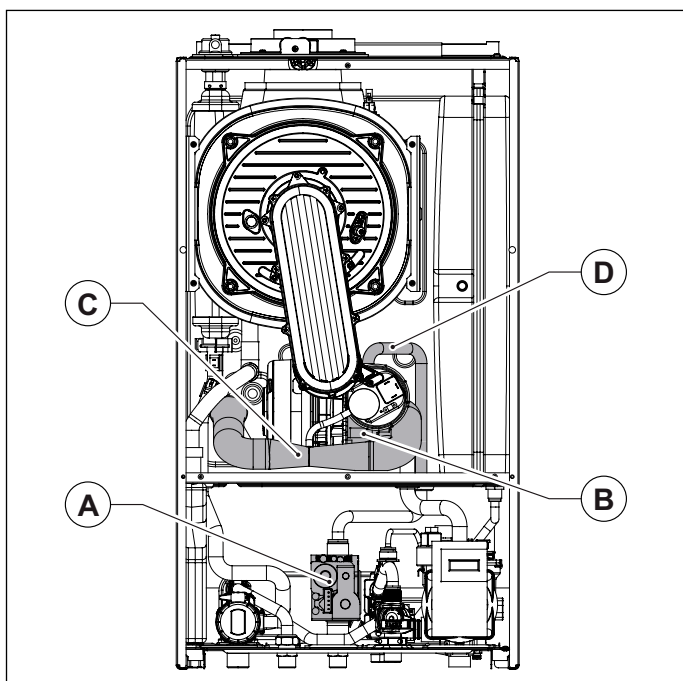

Рис. 36 Забірна труба
- Зняти трубку всмоктування повітря, викривши попередньо гвинт, яким вона кріпиться до змішуючого вузла (дивись Рис. 36 Забірна труба).
- Від'єднайте газову трубку від змішуючого вузла (дивись Рис. 36 Забірна труба).
- Зняти трубку всмоктування повітря, викрутивши попередньо гвинт, яким вона кріпиться до змішуючого вузла (дивись Рис. 36 Забірна труба).